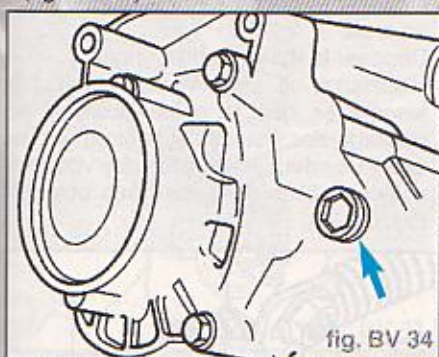

fig. BV 34
- Dévisser complètement le boulon pour le contrôle de l'huile de boîte (flèche) (fig. BV 34).